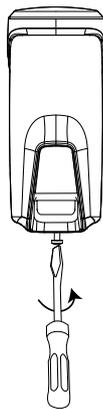

Figura 12: Svitare la vite della staffa
1. Svitare la vite inferiore della staffa e rimuovere il rilevatore. Vedere la Figura 12 e la Figura 13.